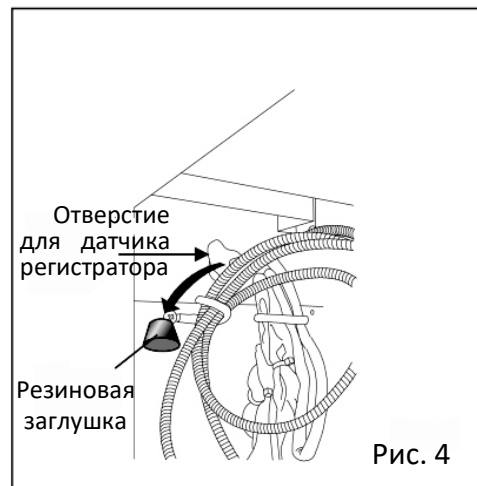

Рис. 4
4. Отсоедините коннектор батареи и извлеките кронштейн батареи из бокового столика. Затем открутите 4 винта кронштейна батареи, фиксирующие батарею (Рис. 4).
4. Проведите датчик регистратора через внутреннюю часть морозильника в отверстие (оно заблокировано резиновой пробкой и изоляцией; сначала удалите их). (Рис. 4)
6. Свяжите лишнюю часть кабеля датчика нейлоновым зажимом на задней части регистратора температуры (Рис. 4).
4. Подключите к стороне разъема (задняя сторона интерфейсной платы) коммуникационного кабеля (RS-232C или RS-485), который будет использоваться для интерфейсной платы (MTR-480). (На Рис. 5 приведен пример подключения с использованием RS-232C) (Рис. 4 и 5)